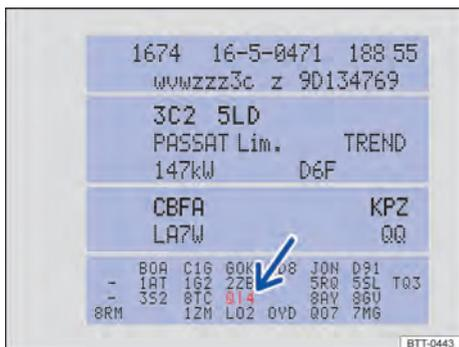

Fig. 251 Etiqueta de dados do veículo com número PR do respectivo serviço (Representação esquemática).
- No número PR da etiqueta de dados do veículo → Fig. 251 (seta) → Página 333.